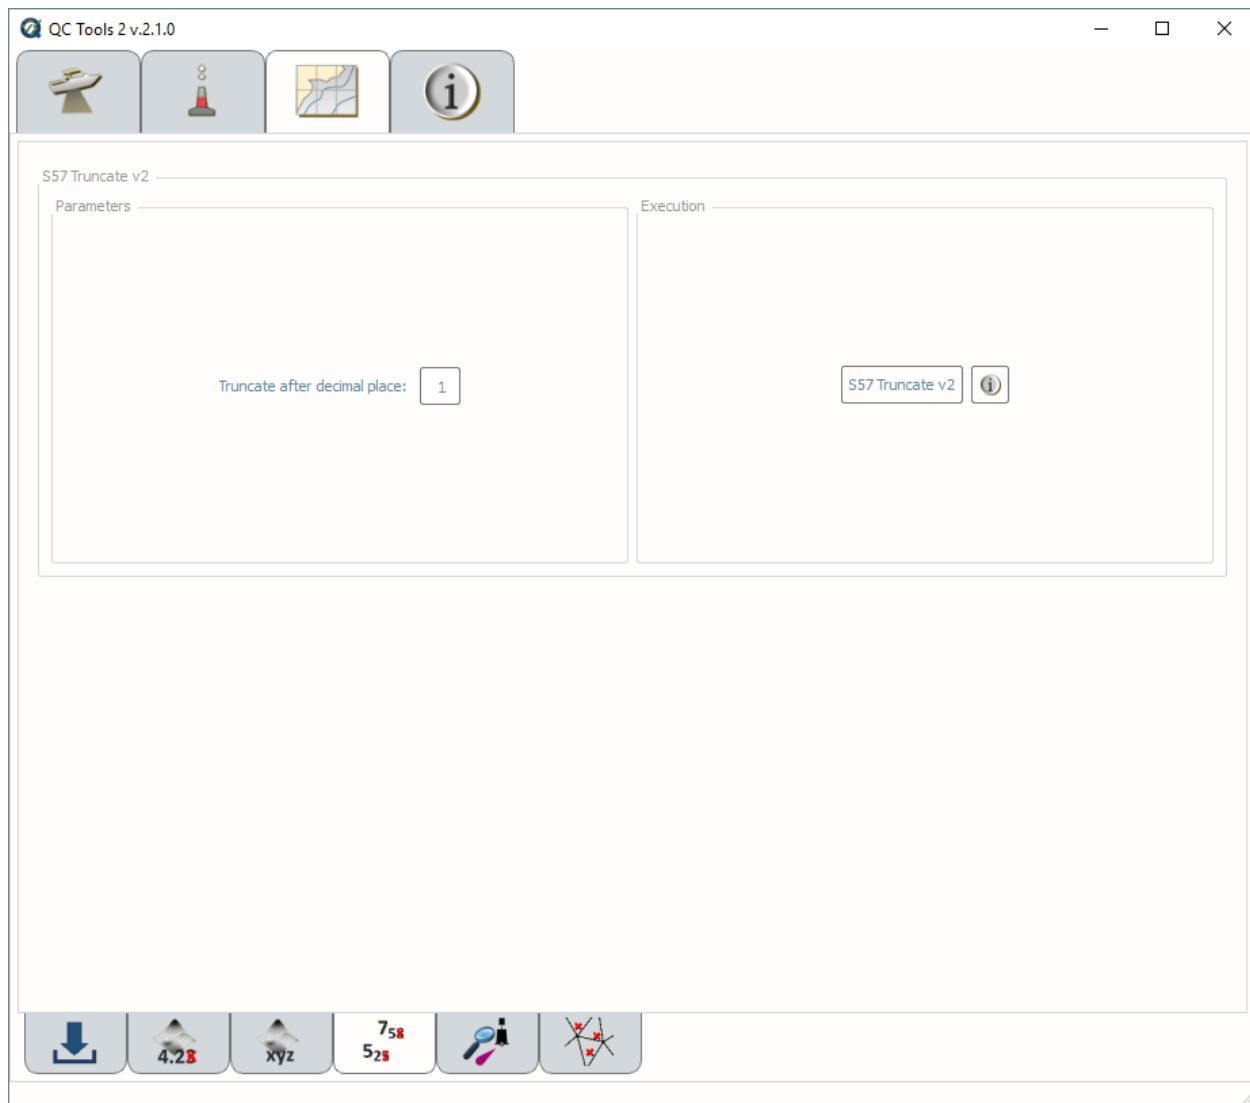

Fig. 2.58: S57 Truncate.
- In **Execution** (Fig. 2.58), click **S57 Truncate v2**.